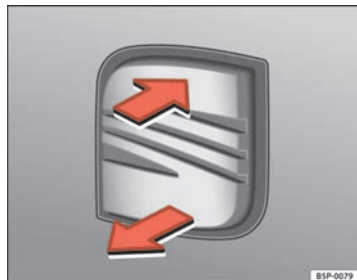

Fig. 45 Portón trasero:
- Tire de la maneta y levante el portón ⇒ **fig. 45**. El portón se abre automáticamente.